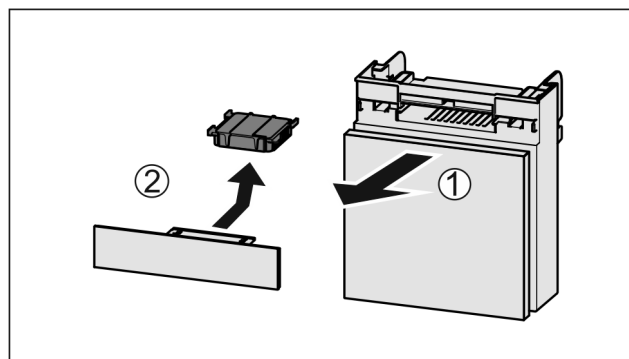

Fig. 108
- Dra ut Fig. 108 (1) lådan framåt.
- Ta ut Fig. 108 (2) aktivtkolfiltret.